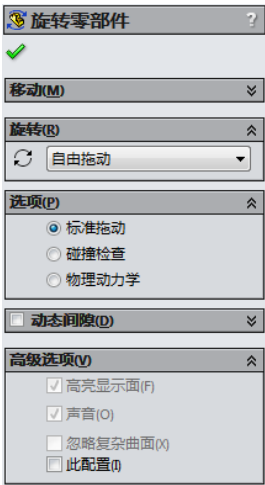

图 7-12 “旋转零部件”属性管理器
2. 设置旋转类型。系统弹出如图 7-12 所示的“旋转零部件”属性管理器。在属性管理器中, 选择需要旋转的类型, 然后根据需要确定零部件的旋转角度。